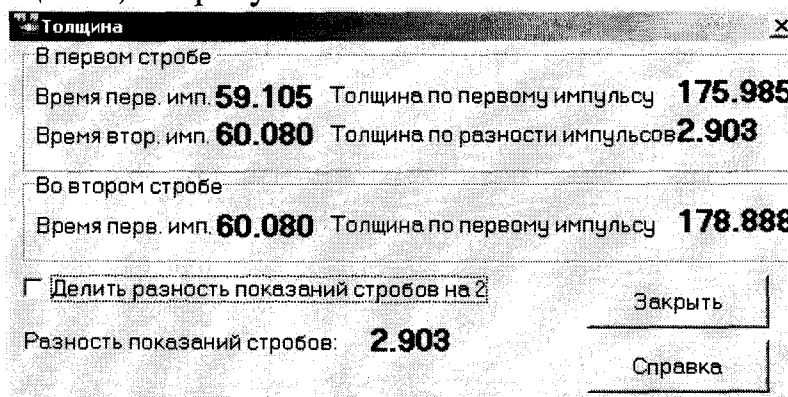

Рисунок 20 – Окно «Толщина» (все значения толщин указаны в миллиметрах)
8.15.5 В меню «Дополнительно» выбрать «Показать толщину металла», откроется окно «Толщина», см. рисунок 20.